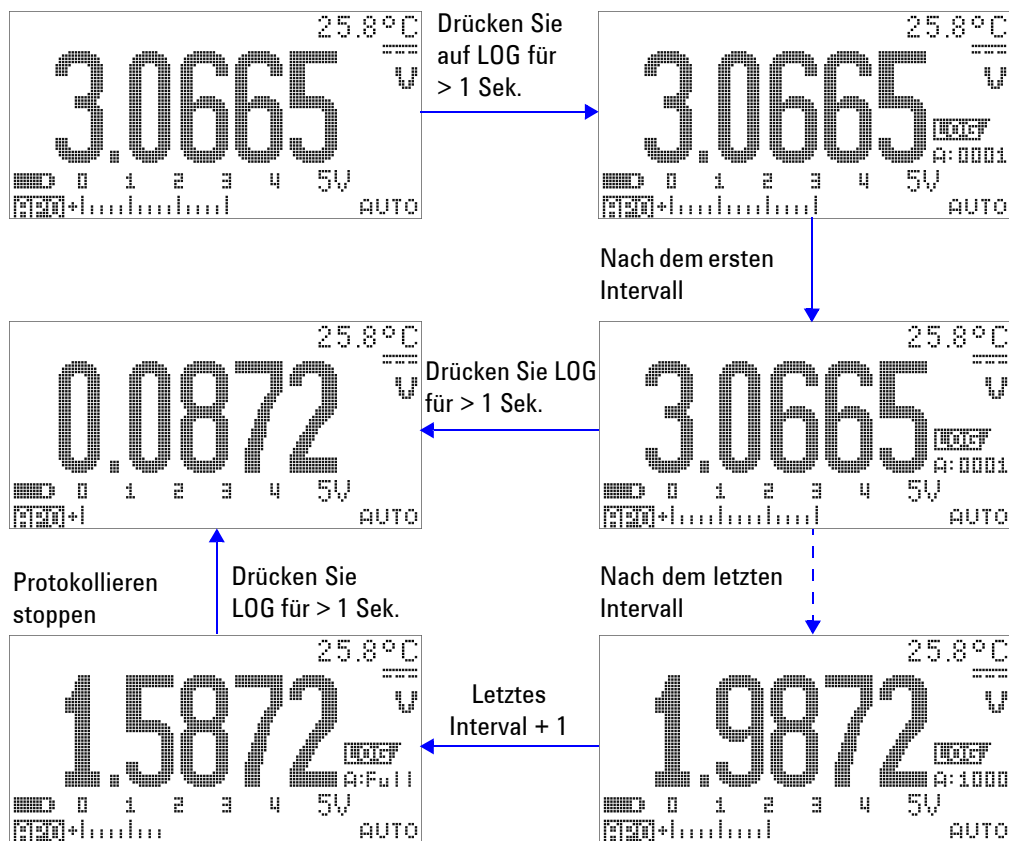

Abbildung 3-10 Intervallprotokollierungsmodus (TIME)
- 1 Drücken Sie länger als 1 Sekunde auf , um den aktuellen Wert und die Funktion auf der Primäranzeige im Speicher des Messgeräts zu speichern.  und der Protokollierungsindex werden angezeigt. Aufeinanderfolgende Messwerte werden automatisch im Speicher mit einem Intervall (LOG TIME), das im Einrichtungsmodus festgelegt wurde, gespeichert. Informationen zur Verwendung dieses Modus entnehmen Sie Abbildung 3-10 auf Seite 72.